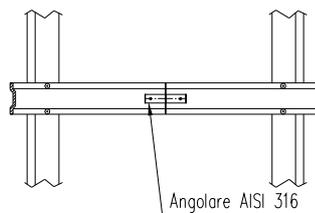

Abb. 22
- 1 Winkelstück aus Edelstahl der Größe 40x40x15 und Stärke 1.2 und 2 Nieten M4 zur Verbindung der gewellten Knieleiste des Typs G55x5 (Abb. 22);
- 2 Winkelstücke aus Edelstahl der Größe 40x40x15 und Stärke 1.2 und vier Nieten M4 zur Verbindung der gewellten Fußleiste des Typs G150x5 (Abb. 22).